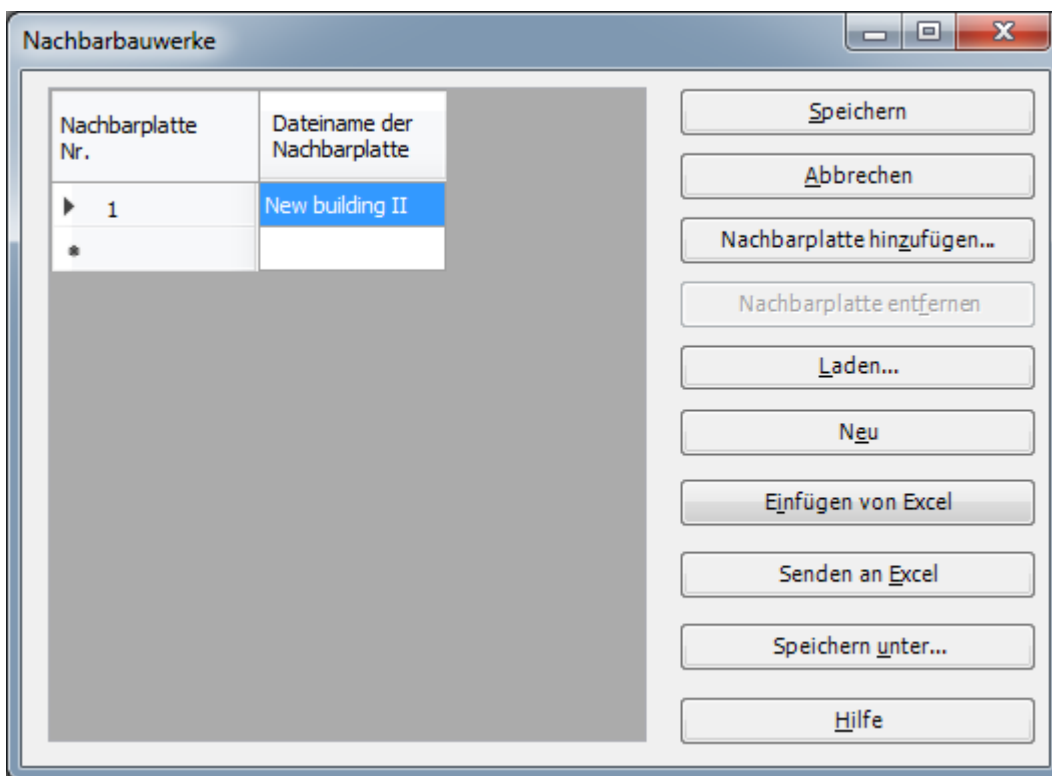

Bild 9.34 Menü "Nachbarbauwerke"
- Wählen Sie den Befehl "Nachbarbauwerke" aus der Registerkarte "Daten" Das folgende Dialogfeld im Bild 9.34 erscheint